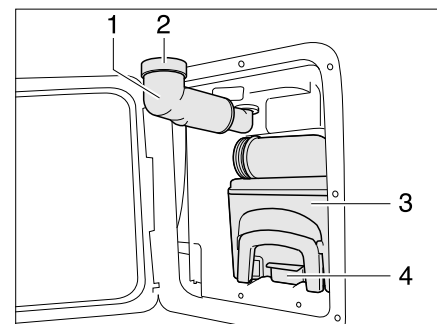

Bild 155 Thetford-Kassette
- Frischwasser-Einfüllstutzen (Bild 155,1) nach außen schwenken.
- Schraubkappe (Bild 155,2) abnehmen.